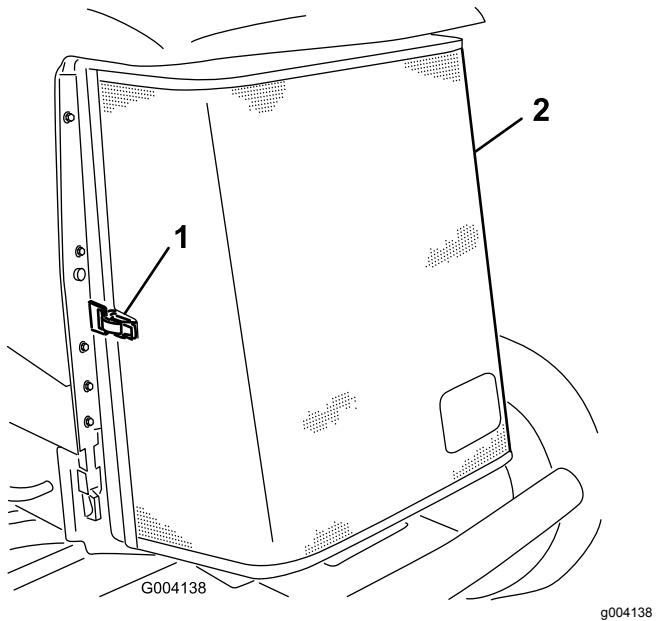

Figura 84
3. Desenganche y abra la rejilla trasera (Figura 84).